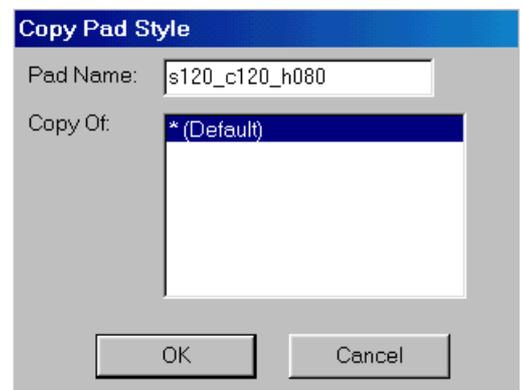

Рис. 7-16. Задание имени нового стиля
3) На появившейся панели **Copy Pad Style** (рис. 7-16) в окне *Pad Name* (имя стека) наберите **c110_p130_h090** и нажмите кнопку ОК.